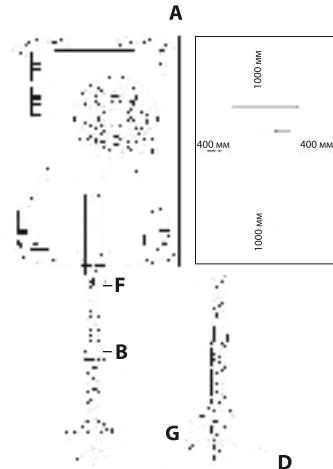

Рис. 4
4. Вставьте прибор А в кронштейн С. Сделайте отметку в точке F (рис.4). Снимите прибор и просверлите отверстие в точке F. Вставьте прибор в кронштейн. Убедитесь в том, что кронштейн полностью вошел в паз прибора. Прикрепите прибор к кронштейну винтом Е (рис.4).